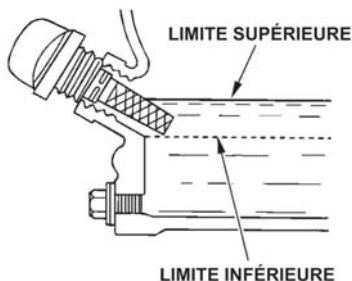

Figure 6. Bouchon-jauge de l'huile moteur
4. Si le niveau d'huile est bas (figure 6), remplissez jusqu'au bord du réservoir d'huile, en utilisant l'huile recommandée (tableau 4).